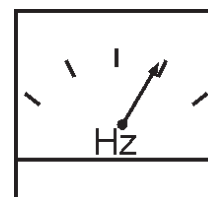

Figure 44. Fréquencemètre
5. Le système de mesure de fréquence du générateur (Figure 44) doit afficher la fréquence de sortie du cycle 50 en HERTZ.